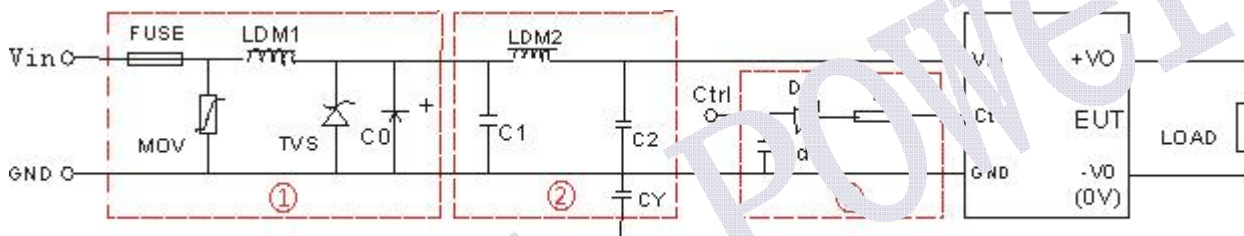

图 1
| EMI | 传导骚扰 | CISPR22/EN55022 CLASS B (推荐电路见图 1-②或图 3) | |
| | 辐射骚扰 | CISPR22/EN55022 CLASS B (推荐电路见图 1-②或图 3) | |
| | 脉冲群抗扰度 | IEC/EN61000-4-4 ±2KV (推荐电路见图 1-①) | perf, Criteria B |
| | 浪涌抗扰度 | IEC/EN61000-4-5 ±2KV (推荐电路见图 1-①或图 3) | perf, Criteria B |
注: 1. 图 1 中第①部分用于EMS 测试; 第②部分用于 EMI 滤波, 可依据需求选择;
2. VC 为 Ctrl 端相对于输入地 GND 的电压, VD 为 D1 的正向导通压降, IC 为流入 Ctrl 端的电流, 一般取 5-10mA, Ctrl 端外围电路如图 1-③;